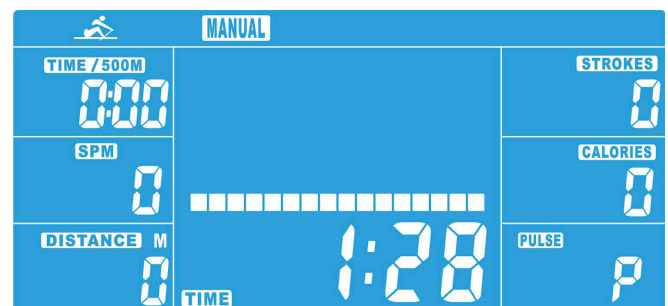

Figura 3
3. Monte la cubierta (12) en la pata trasera (13) con cuatro tornillos (72), arandelas (81) y arandelas de muelle (86), véase la figura 3.
4. Monte el raíl en la estructura principal. Utilice dos arandelas (78), un tornillo (84) y una tuerca de sombrerete (55).